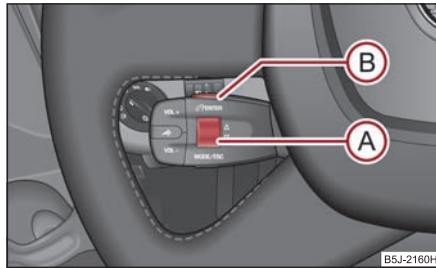

Abb. 137 Multifunktionsmodul: Bedientasten
- Durch langsames Drehen des Rändelrads **A** ⇒ Abb. 137 können Sie im Telefonspeicher nach einzelnen Namen bzw. Menüs blättern.